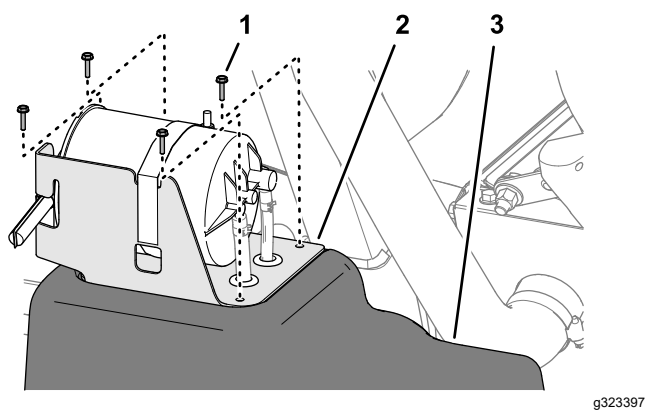

Figura 80
5. Alinee los orificios del soporte del cartucho de carbón con los orificios del depósito de combustible (Figura 80).
6. Monte el soporte en el depósito (Figura 80) con los 4 tornillos (N.º 10 x ¾").